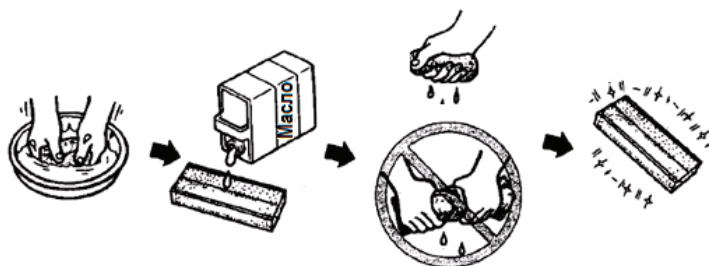

Рис. 7.
- промыть элемент в мыльном растворе, отжать и высушить, см. рис. 7.